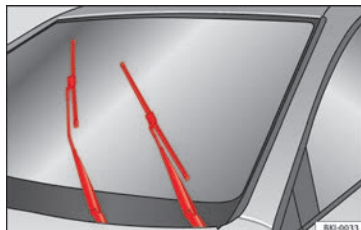

Bild 88 Torkare i serviceläge.
- Slå på och av tändningen (inom ca 9 sekunder), tryck ner spaken till vindrutetorkaren (kort torkning). Vindrutetorkarna flyttar sig då till serviceläget » **bild 88**.